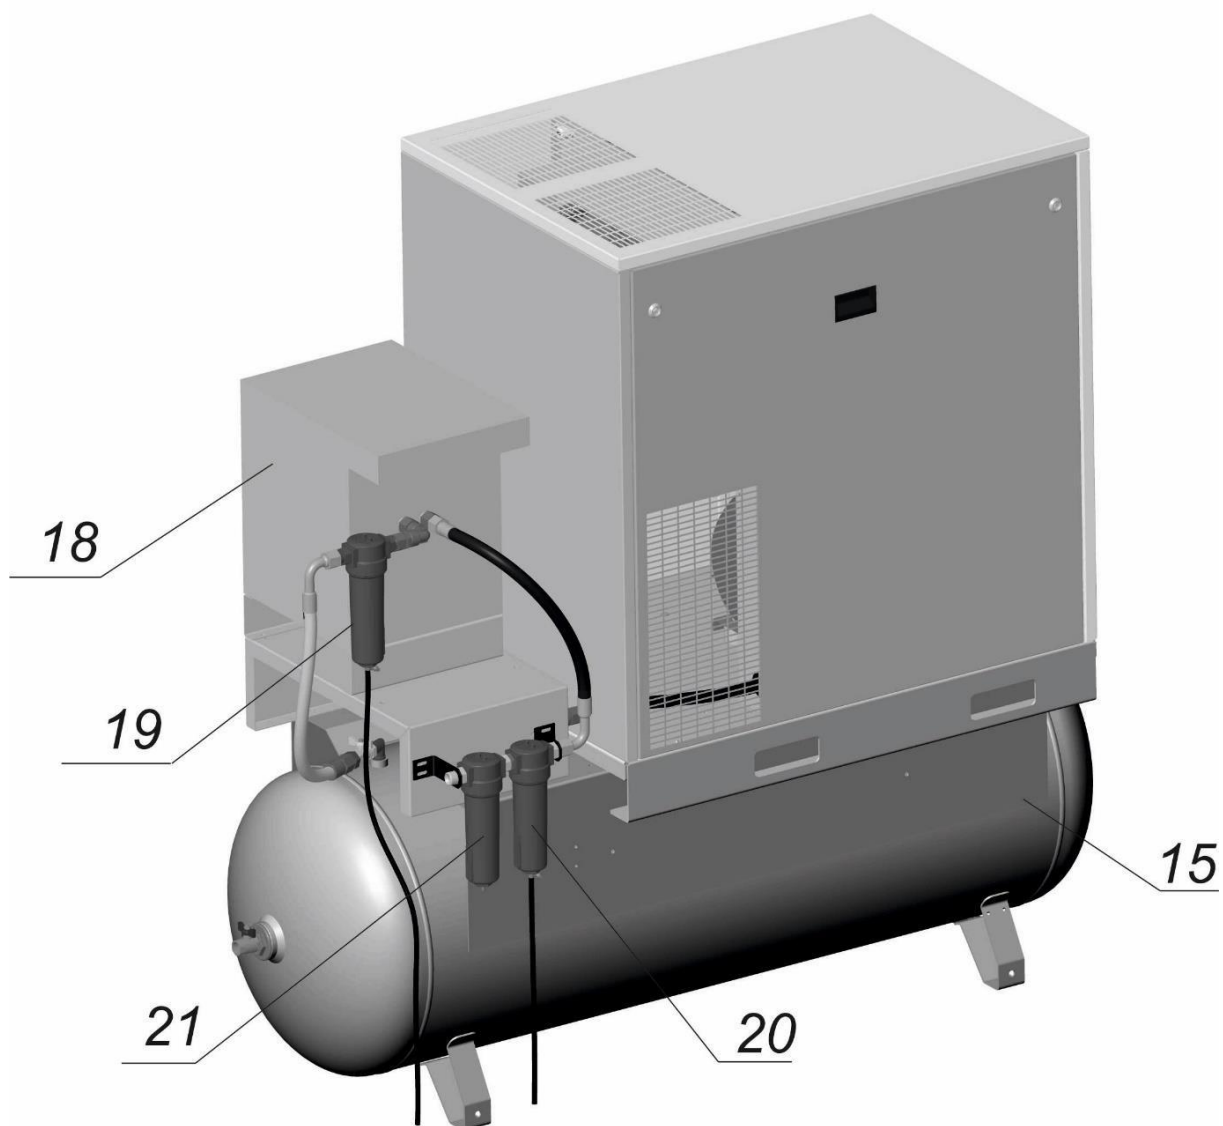

Рисунок 4 – Общий вид компрессорной установки BK20T-16-500Д2
**19 – Фильтр сжатого воздуха (3мкм)** (см. рисунок 4) предназначен для удаления из воздуха, поступающего в осушитель, капельной влаги, твердых частиц и масла.
**20 – Фильтр сжатого воздуха (микрофильтр, 0,1мкм)** (см. рисунок 4) предназначен для устранения твердых частиц, воды, масла, углеводородов и паров.
**21 – Фильтр сжатого воздуха (микрофильтр, 0,01мкм)** (см. рисунок 4) предназначен для устранения твердых частиц, воды, масла, углеводов и паров.